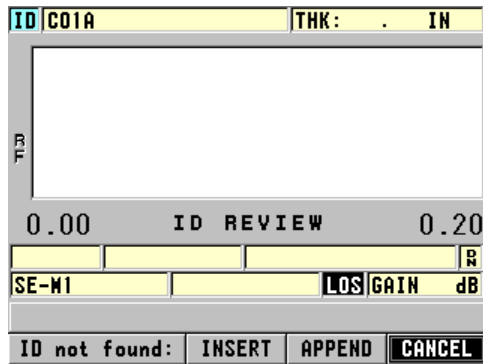

Рис. 6-38 Отредактированный ИД не найден в базе данных
6. Если отредактированный ИД не найден в базе данных, в справочном текстовом поле появляется сообщение (см. Рис. 6-38 на стр. 128). Выберите **ВСТАВИТЬ**, чтобы вставить новый ИД впереди активного ИД.